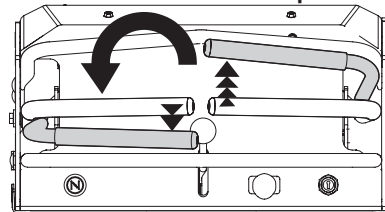

Fig. 15
2. Para girar hacia la derecha, mueva la palanca de control de la transmisión izquierda hacia adelante mientras mueve simultáneamente la palanca derecha hacia atrás (Fig. 15).
3. Para girar en sentido contrario a las agujas del reloj, mueva la palanca de control de la transmisión derecha hacia adelante mientras mueve simultáneamente la palanca de control de la transmisión izquierda hacia atrás (Fig. 15).